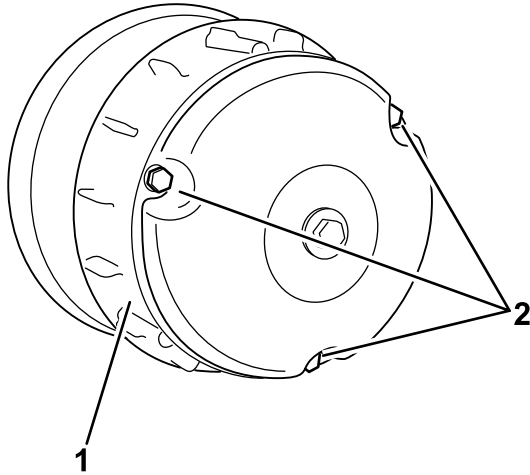

Figure 58
- Retirez les trois boulons qui fixent le couvercle de l'embrayage et déposez le couvercle (Figure 58).
- Posez le couvercle d'embrayage et fixez-le avec les 3 boulons (Figure 58) que vous avez retirés à l'opération 2.